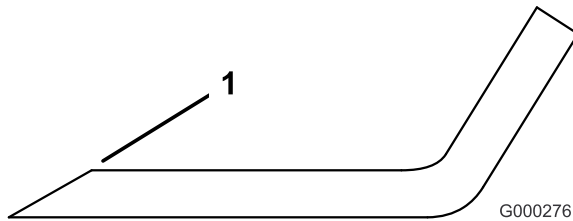

Figure 93
1. Au moyen d'une lime, aiguissez les tranchants à chaque bout de la lame (Figure 93). Veillez à conserver l'angle de coupe d'origine. Limez la même quantité de métal sur chacun des deux tranchants pour ne pas déséquilibrer la lame.